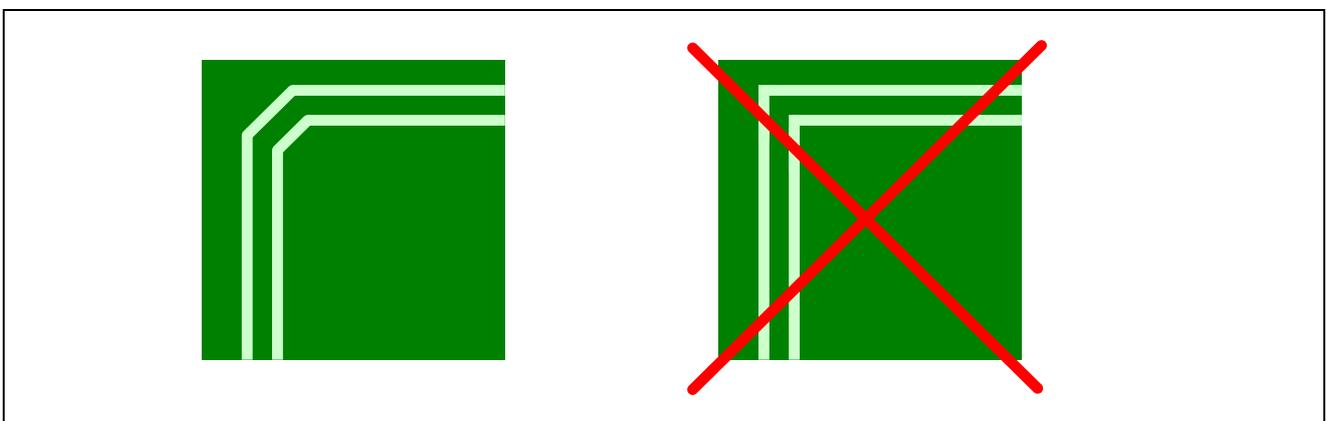

図7.4 差動信号伝送路の配線例 (1)
- 配線を曲げる際には 135 度より大きい角度にしてください。(図7.4)